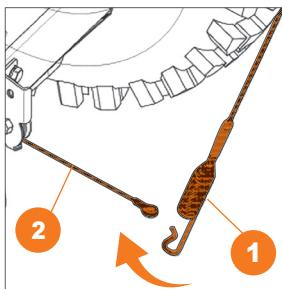

Рис. 4
- Перед установкой панели оператора присоедините к рычагам тросы ①, ② привода вращения шнеков и движения гусениц (Рис. 4–5).
- Переведите топливный кран ⑤ в крайнее правое положение (Рис. 4).
- Установите рычаг регулировки оборотов двигателя ③ в крайнее левое положение «MAX». При этом зажигание двигателя включится.
- Закройте воздушную заслонку карбюратора переведите рычаг ④ в крайнее левое положение.
- Заполните топливом поплавковую камеру карбюратора, для этого прокачайте его насосом ② три - пять раз.
- Запустите двигатель, используя ручной стартер ⑥.